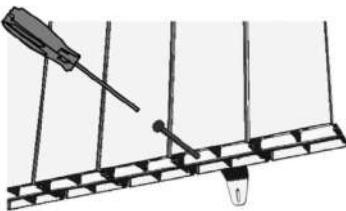

Figura 11
7. Insira os dois buchas e fixe com os dois parafusos (B) para fixar completamente o aquecedor na parede (Figura 11).